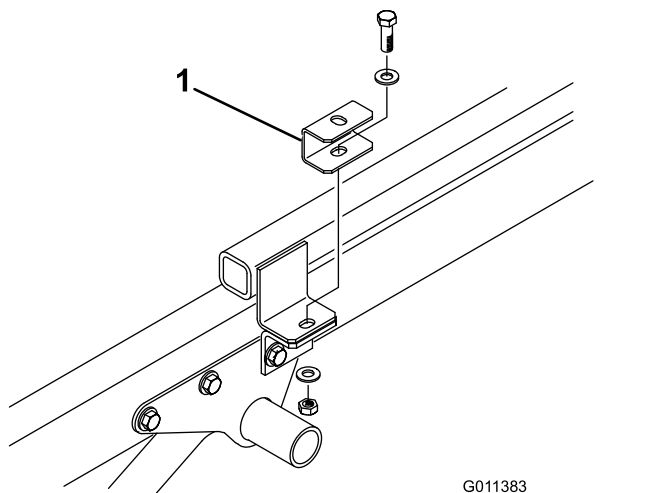

Figura 7
4. Fissate una staffa distanziale sopra ogni linguetta del telaio di traino con la vite a testa cilindrica, le 2 rondelle piane e il dado di bloccaggio rimossi precedentemente (Figura 7).
6. Posizionate la macchina sul telaio del veicolo Workman, allineando i fori nelle staffe di montaggio posteriori con i fori su ciascun lato del telaio (Figura 7).